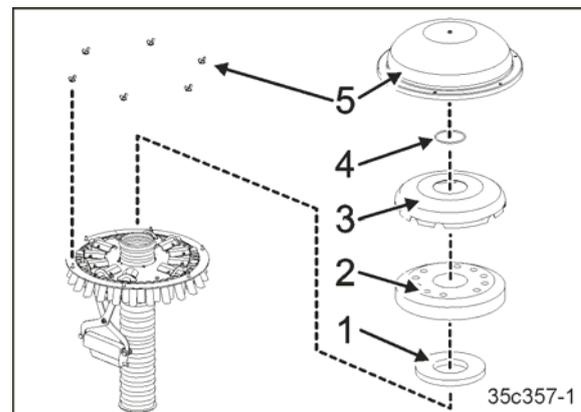

Рис. 195
15. Установите пенопластовую вставку (Рис. 195/1) и уплотнительное кольцо (Рис. 195/2).
16. Установите внутреннюю крышку распределителя (Рис. 195/3).
17. Установите кольцо (Рис. 195/4).
18. Установите внешнюю крышку распределителя (Рис. 195/5).